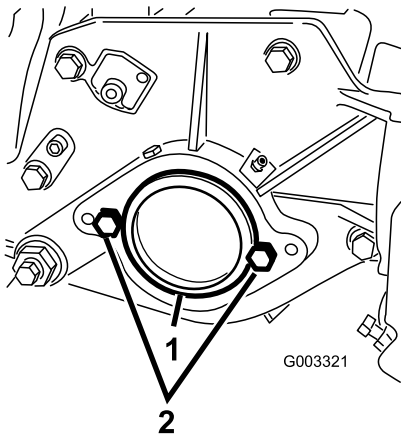

図 7
3. カッティングユニット右側のベアリングハウジングについているプラスチック製のプラグを外す図7。
4. 右側サイドプレートから、ボルト2本を外す図7。
6. カッティングユニットの左サイドプレートにリールモータ取り付け用のボルト2本を取り付ける図7。